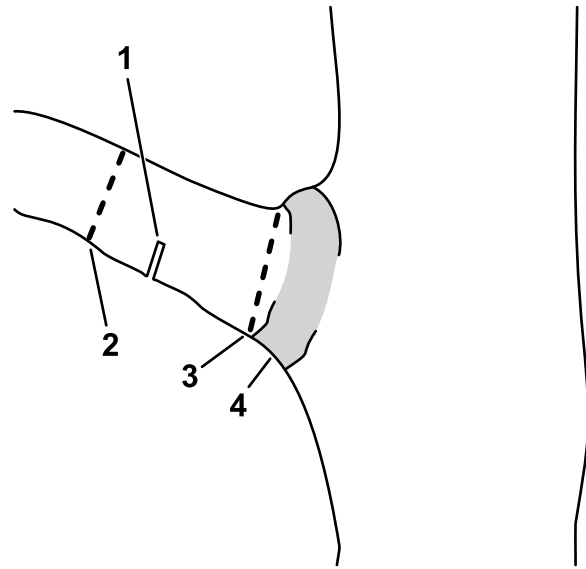

Figure 12
- C. Coupez le chicot au niveau du collet de la branche (Figure 12).